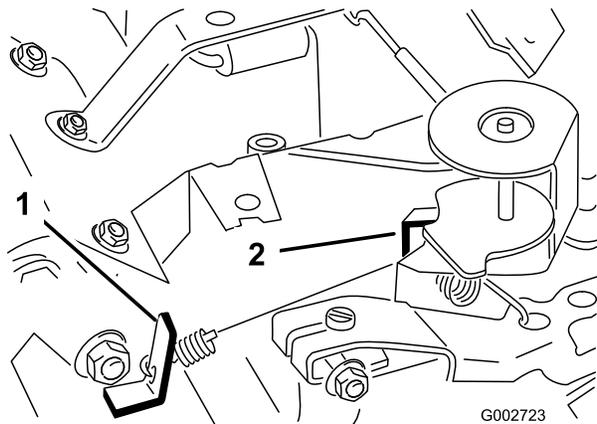

Figure 39
3. Courbez la languette d'ancrage du ressort de ralenti réglé (Figure 39) pour obtenir un régime de ralenti de 1725 ± 50 tr/min.
6. Courbez la languette d'ancrage du ressort de haut régime (Figure 39) pour obtenir un haut régime de $3\ 400 \pm 50$ tr/min.